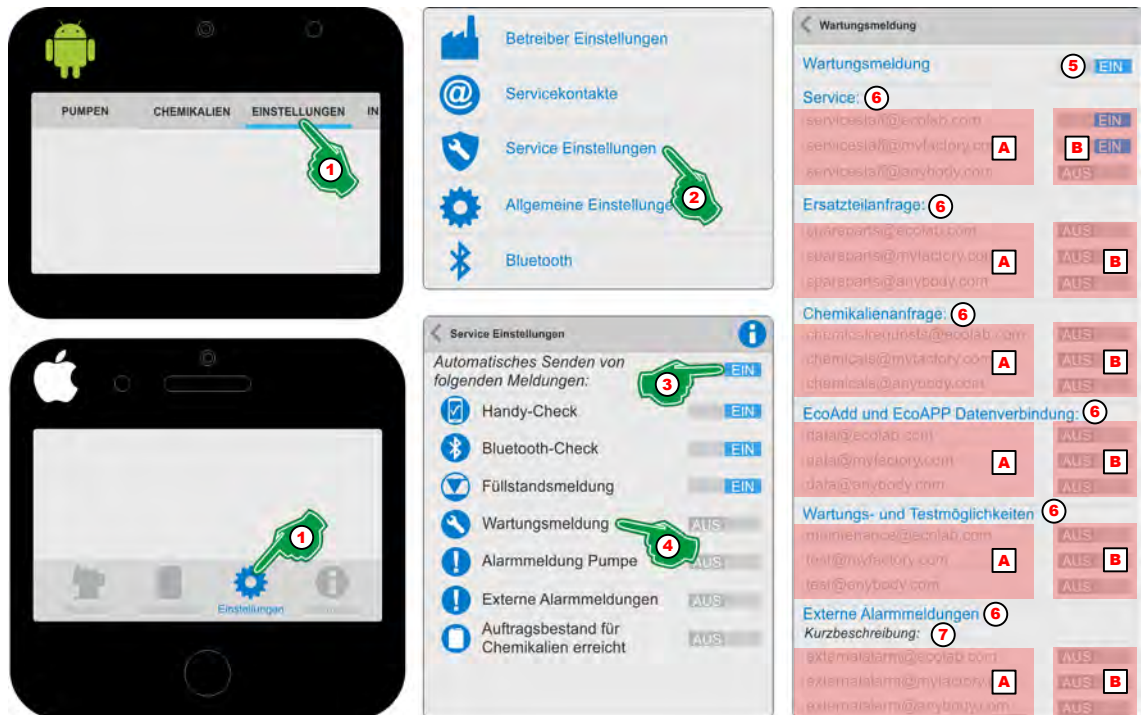

Abb. 9: „Wartungsmeldung“
1. [Einstellungen] (Abb. 9, Pos. 1) auswählen.
2. [Service Einstellungen] (Abb. 9, Pos. 2) auswählen.
3. „Automatisches Senden von folgenden Meldungen“ (Abb. 9, Pos. 3) **EIN** Schalten.
4. Das Symbol oder die Bezeichnung „Wartungsmeldung“ (Abb. 9, Pos. 4) auswählen.
5. „Wartungsmeldung“ (Abb. 9, Pos. 5) **EIN** Schalten.
6. Gewünschte Servicekontakte (Abb. 9, Pos. A) **EIN** (Abb. 9, Pos. B) Schalten.
7. Zur Anzeige von Fehlern bei Verwendung einer externen Steuerung (Abb. 9, Pos. 7) eine Kurzbeschreibung (Abb. 9, Pos. 8) zur Identifikation vergeben.